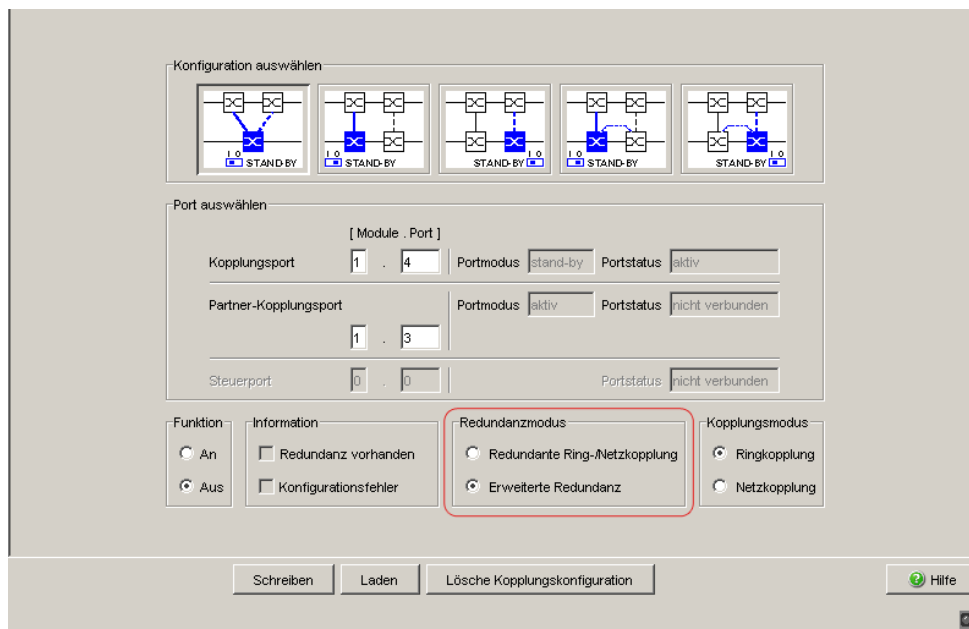

Abb. 11: Ein-Switch-Kopplung: Redundanzmodus auswählen
- ☐ Wählen Sie im Rahmen „Redundanzmodus“ (siehe Abbildung 11)